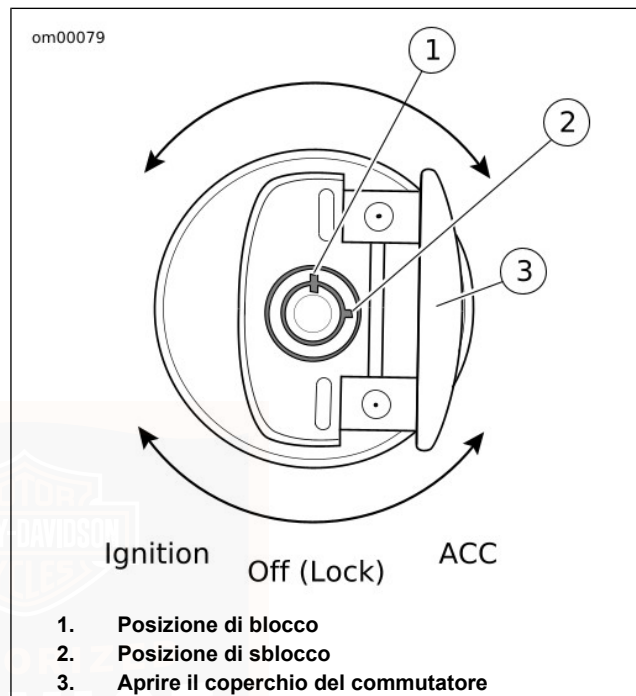

Figura 4. Commutatore a chiave di accensione/del faro anteriore: Modelli Softail (tranne FXCW/FXCWC)
Vedere Figura 4. Il commutatore di accensione si trova sul pannello della strumentazione sopra il serbatoio. Ruotare il commutatore nella posizione desiderata. Vedere Tabella 21 per le funzioni del commutatore di accensione.
2. Vedere Figura 4. Girare il commutatore a chiave di accensione/del faro anteriore su **IGNITION** (accensione) e premere l'interruttore di avviamento per azionare il motorino di avviamento.
2. Vedere Figura 4. Girare la chiave del commutatore di accensione nella posizione OFF (spento) per disattivare completamente l'accensione.